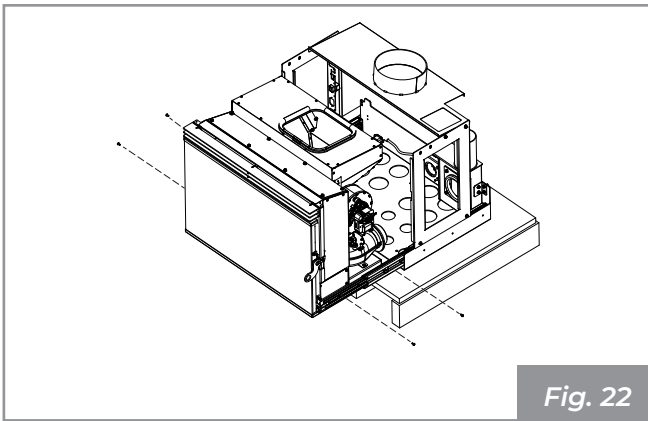

Fig. 22
- Dévissez les quatre vis qui fixent les guides sur les côtés de la machine (**Fig. 22**).